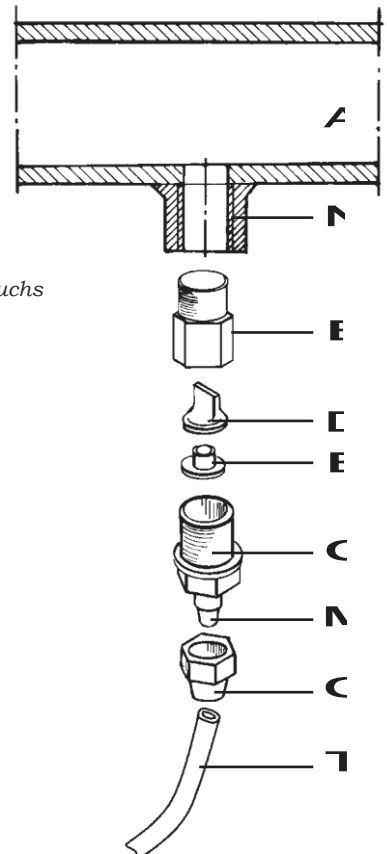

Abb. 8
- f. - Den günstigsten Einspritzpunkt an einem Rohr der Anlage, die bedient werden soll, auswählen und dort eine 3/8" Gaskupplung aus Stahl mit Innengewinde installieren (ähnlich wie BSPm). Diese Kupplung ist nicht im Lieferumfang der Pumpe enthalten. Das Einspritzventil an die Gaskupplung schrauben, dabei wie in Abb. 8 gezeigt eine Dichtung einsetzen. Dann den Auslassschlauch mit dem konischen Anschlussstück am Einspritzventil verbinden und mit der mitgelieferten Rohrmutter G befestigen. Das Einspritzventil dient gleichzeitig als Rückschlagventil.
3.1 - INSTALLATIONSZEICHNUNG FÜR DAS EINSPRITZVENTIL Abb. 8